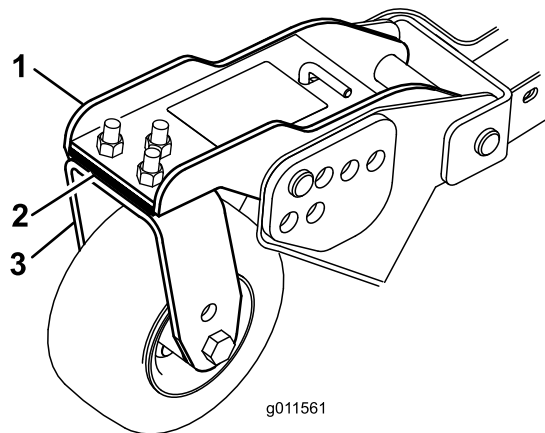

Figura 111
1. Togliete le viti a testa cilindrica e i dadi che fissano il braccio della ruota orientabile alla forcella (Figura 111).